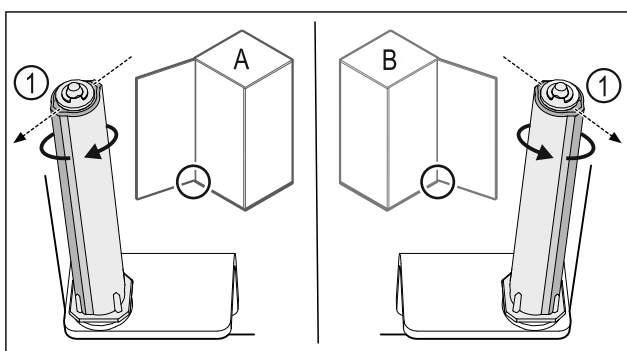

Fig. 30 Lewy ogranicznik (A) / prawy ogranicznik (B)
- Przekręcić system blokujący w kierunku przeciwnym do oporu, aż pręt systemu blokującego Fig. 30 (1) będzie skierowany na zewnątrz.